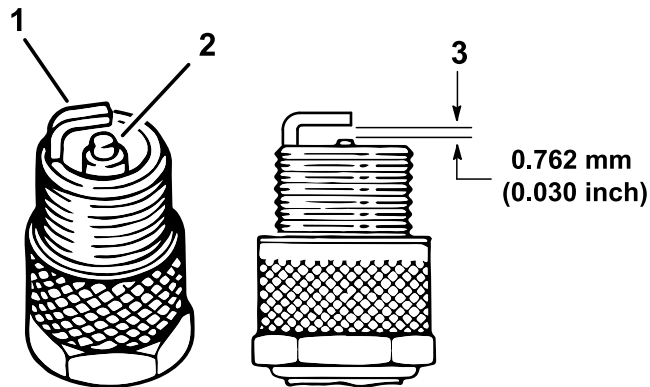

Рисунок 35
4. Проверьте состояние бокового электрода, выровняйте по центру электрод и выровняйте по центру изолятор электрода, чтобы избежать повреждений (Рисунок 35).
5. Установите зазор между центральным и боковым электродами на 0,76 мм, как показано на Рисунок 35.